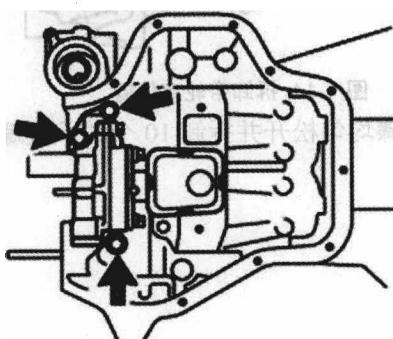
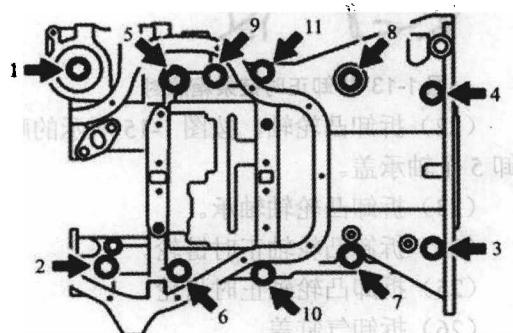

图 1-19 拆卸机油泵
图 1-20 拆卸曲轴箱总成
(30) 拆卸机油泵总成, 如图 1-19 所示, 拆卸 3 个螺栓、机油泵和垫圈。
(31) 拆卸平衡轴分总成, 按顺序均匀松动并拆卸 8 个螺栓。
(32) 拆卸平衡轴轴承。
(33) 拆卸发动机后部油封, 用刀切掉油封唇部, 用刀头被胶带包住的螺丝刀撬出油封, 拆卸油封之后, 检查曲轴是否损坏。如损坏, 则用 400 号筛眼的砂纸抹平表面。
(34) 拆卸曲轴箱总成, 按如图 1-20 所示的顺序, 均匀松动并拆卸 11 个螺栓, 用螺钉旋具在曲轴箱和气缸体之间撬动, 拆除曲轴箱。注意不要损坏曲轴箱和气缸体的接触面。